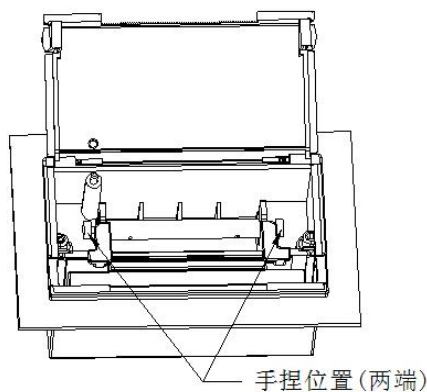

图 2-3
- (2) 捏住下图所示的纸轴两端，取出纸轴，如图 2-3 所示。